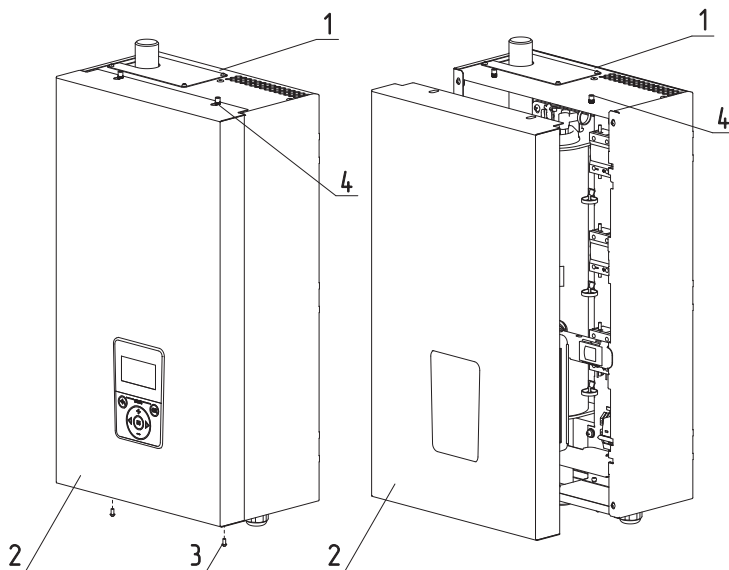

Рис. 19 Снятие кожуха
1. Выкрутить болты крепления (Рис. 19, поз. 3);
2. Переместить кожух вверх, сняв с зацепов (Рис. 19, поз. 4);